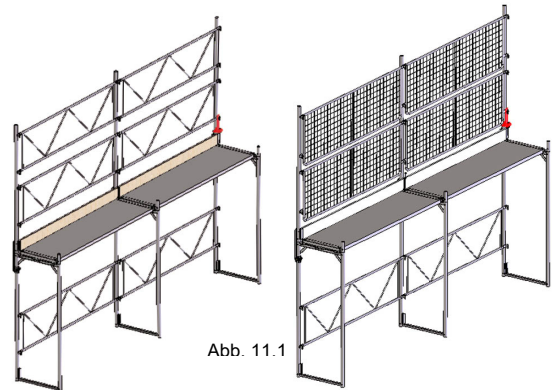

Abb. 11.1
7. Montieren Sie das Anfangsstück für Rohrelemente (Art. S775.000) am untersten Zapfen (beginnend auf der rechten Seite des Gerüsts) der Geländerstütze und sichern Sie dieses mit dem Kippstift. (Abb. 11.1/11.2)